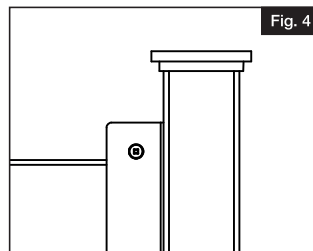

Fig. 4
- Install first board by sliding it down the u-channels so the board is resting on the tab of the bottom channel (Fig 4).
- Installer la première planche en la faisant glisser le long des moulures en U de manière à ce qu'elle repose sur la languette de la moulure du bas (Fig. 4).
- Instale el primer tablón deslizándolo por los canales en U de manera que el tablón quede apoyado en la lengüeta del canal inferior (Fig. 4).